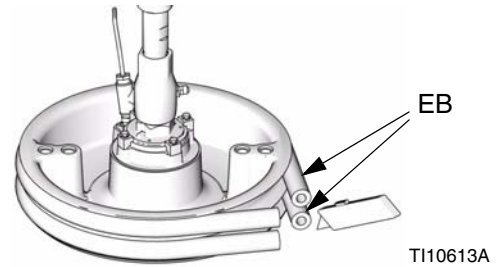

FIG. 17
1. Para sustituir unos rascadores desgastados o dañados (EB), levante el plato seguidor hasta fuera del bidón. Retire el bidón de la base. Limpie el de líquido el plato seguidor.
2. Corte los rascadores superior e inferior con una cuchilla y retírelos del plato seguidor. Vea la FIG. 17.